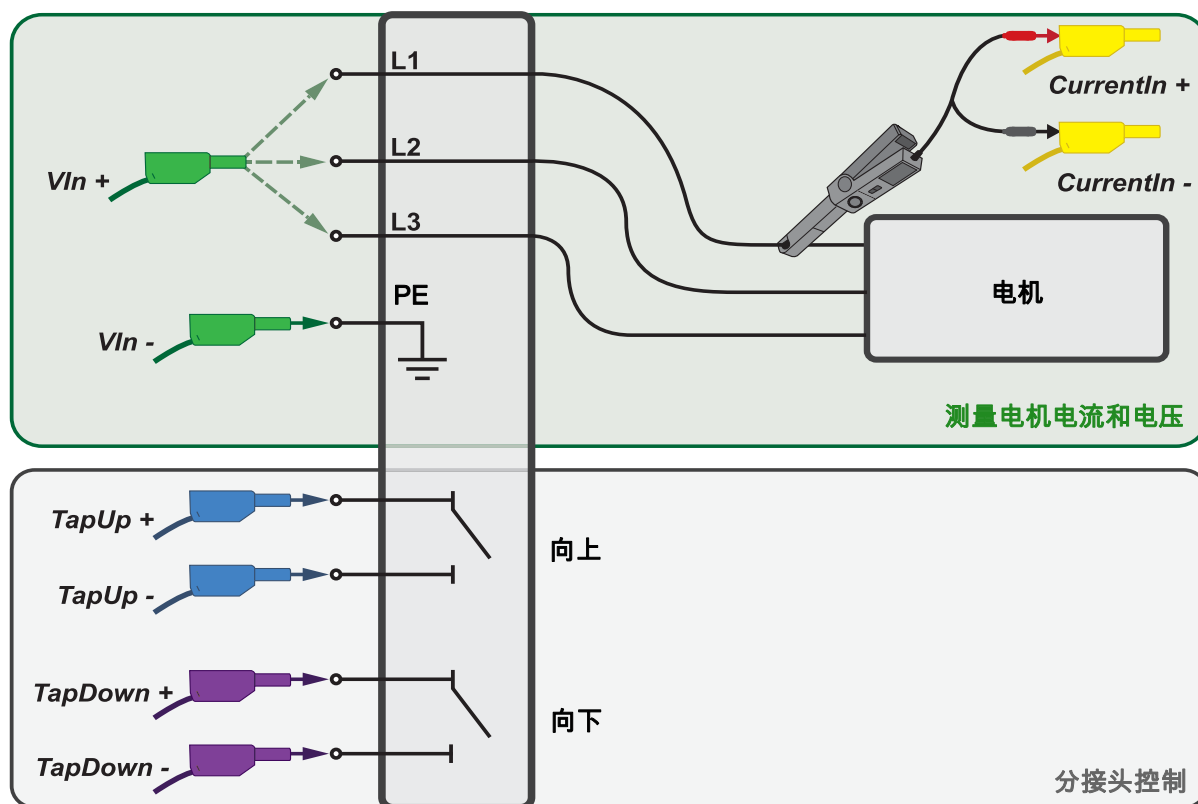

图 4-2：连接模式分接开关线缆至分接开关
- III. 将分接开关与变压器控制柜内合适的端子连接（参见下图 4-2）。